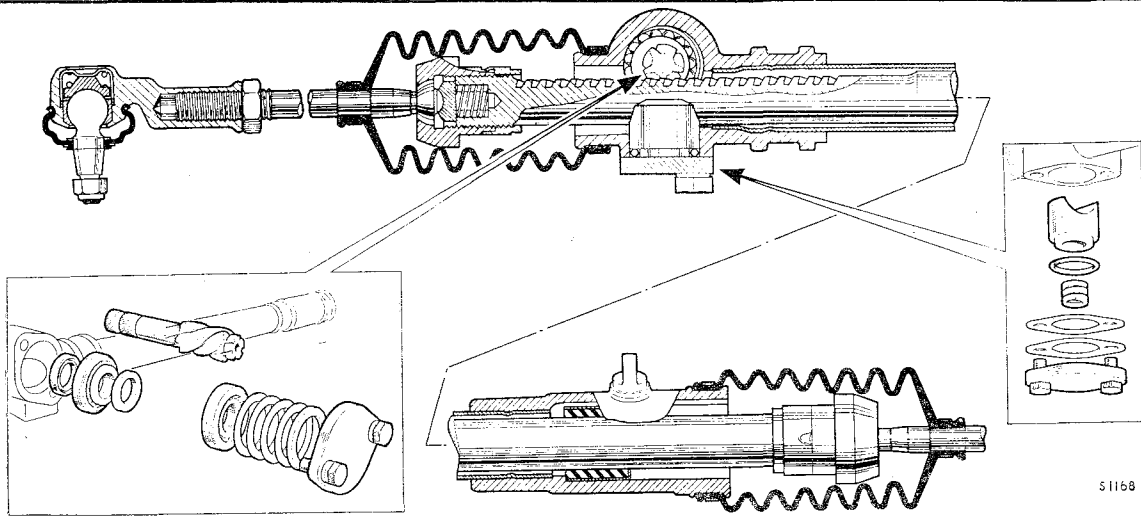

Fig.J3.- Coupe de la direction Mk.II avec, en cartouche, les composants du damper et du pignon.
29. Réglage du pignon (Modèles Mk II). - Remonter le pignon et les roulements comme indiqué fig.J3. Ajouter à la rondelle entretoise un nombre suffisant de cales pour donner un jeu d'environ 0,25 mm (.010") entre le carter de direction et le couvercle. Présenter et serrer légèrement le couvercle. Mesurer le jeu A avec une lame-jauge et soustraire de l'épaisseur des cales la cote mesurée, diminuée de 0,05 à 0,13 mm (.002-.005") pour assurer la précharge nécessaire.